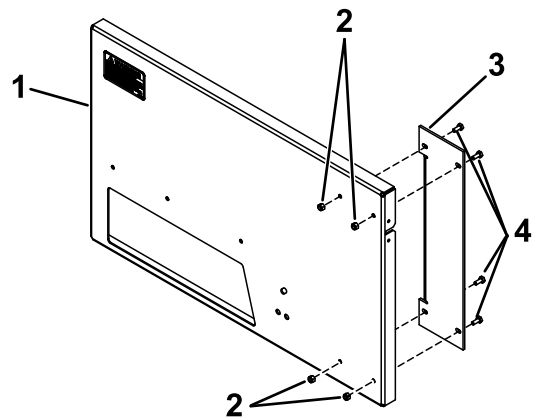

Figure 1
1. Fixez le support sur le panneau arrière à l'aide de 4 boulons (1/4" x 5/8") et de 4 contre-écrous (1/4") (Figure 1).